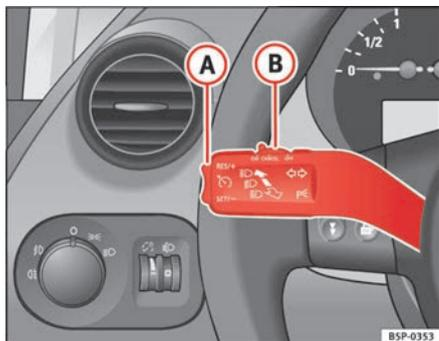

Fig. 145 Alavanca dos indicadores de direcção e máximos: interruptor e botão basculante para o regulador de velocidade
- Empurrar o cursor ⇒ fig. 145 (B) para esquerda para **ON**.